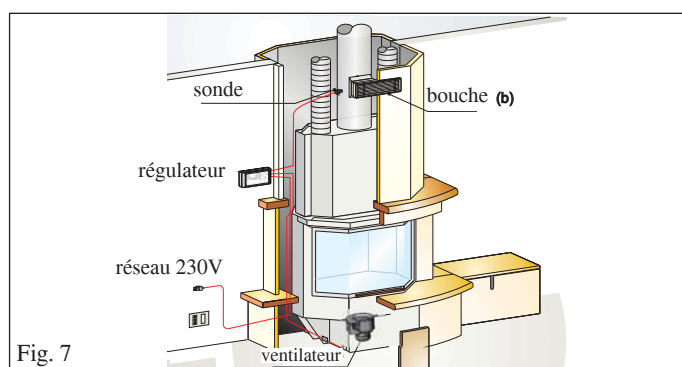

Fig. 7
- Le câble avec la sonde (s - fig. 6) doit en revanche être relié à l'une des bouches (b - fig. 7) de sortie de l'air chaud normalement situées sur la contre-hotte.